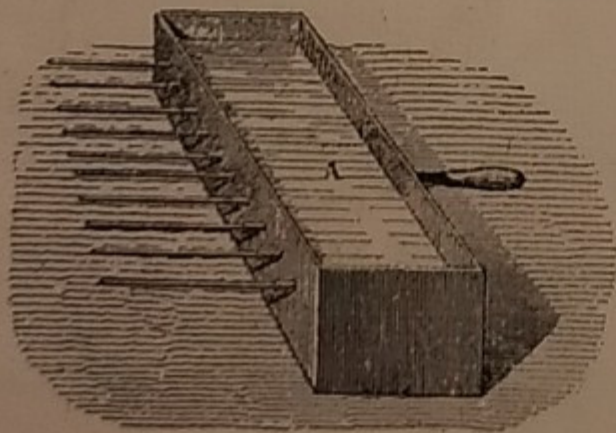

Fig. 63.
b) Il calore si propaga per *conduzione* attraverso la materia. I corpi si dividono perciò in buoni e cattivi conduttori del calore. La fig. 63 mostra una cassetta metallica in una parete della quale sono con-